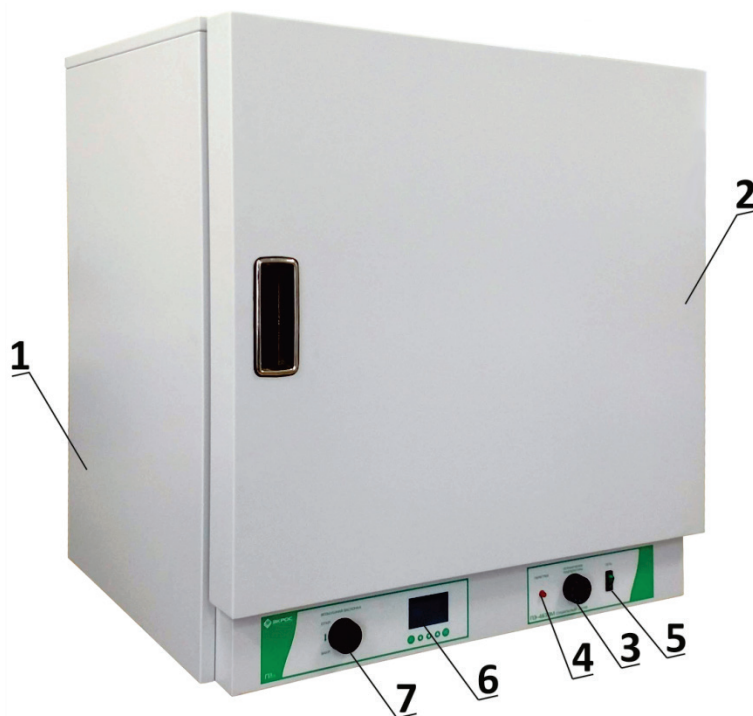

Рисунок 1
5.1. Шкаф (Рисунок 1) состоит из: